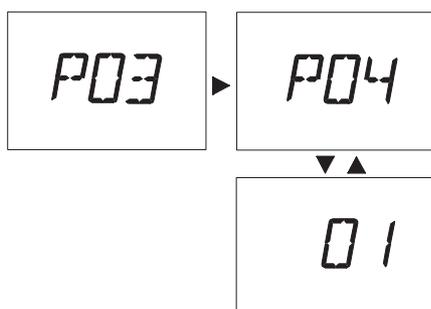

Рис. 23
- 4 Нажимайте кнопку сброса 14 Рис. 5 для отображения параметра **P04**, в котором можно настроить *Тип теплообменника горячего водоснабжения* (второй уровень) на ЖК-дисплее (последовательность **P04** чередуется с **01**) (Рис. 23).